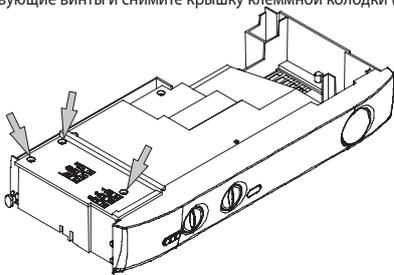

Рис. 4.6
- Отвинтите соответствующие винты и снимите крышку клеммной колодки (Рис. 4.6).